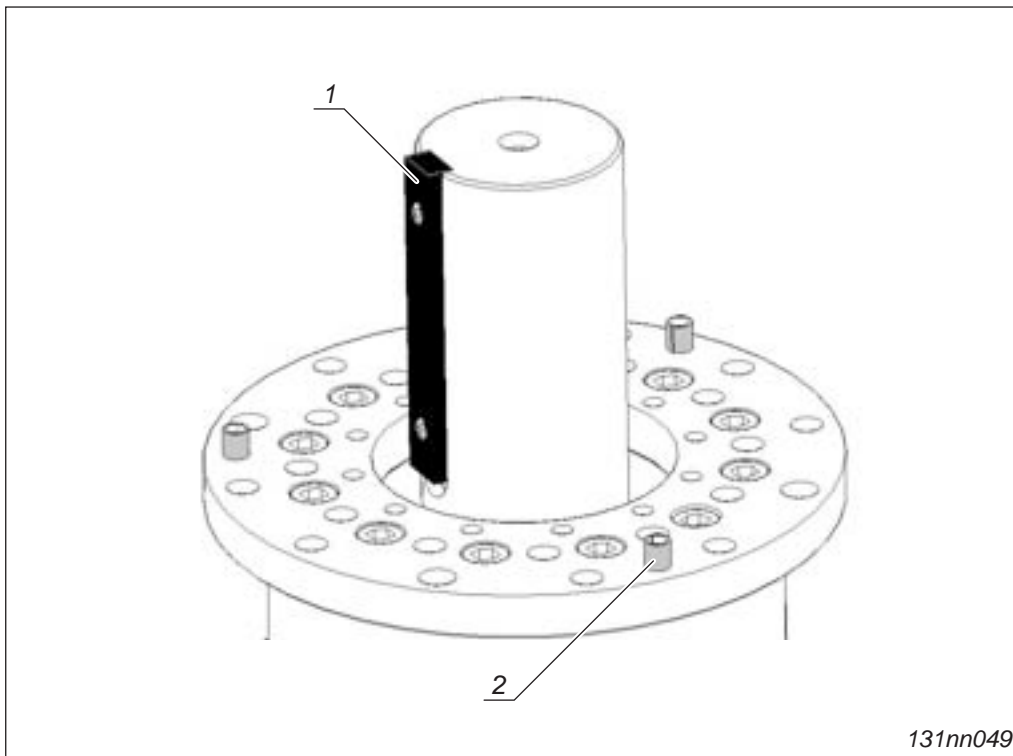

Fig. 4-2 Montagehilfen Passfeder und Spannstift
2. Spannstifte (→ Seite 4-9, Fig. 4-2, Pos. 2) von unten soweit durch den Armaturenflansch schlagen, dass an der Flanschoberseite die komplette Fase sichtbar wird.
6. Darauf achten, dass die Passfeder der Armatur (→ Seite 4-9, Fig. 4-2, Pos. 1) genau in die Nut der Antriebsbuchse passt.
7. Antriebssystem nur soweit absenken, dass die im Armaturenflansch befindlichen Spannstifte (2) das Antriebsgehäuse gerade eben berühren.